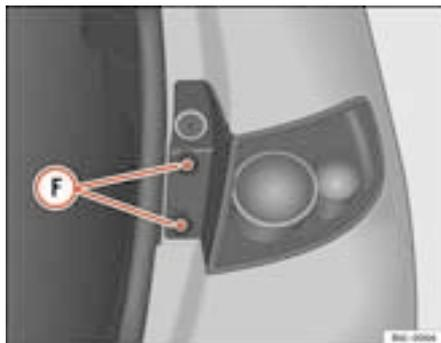

Fig. 160 Luz traseira na carroçaria
- Desenrosque os parafusos **F** ⇒ fig. 160 com a parte plana da chave de fendas.